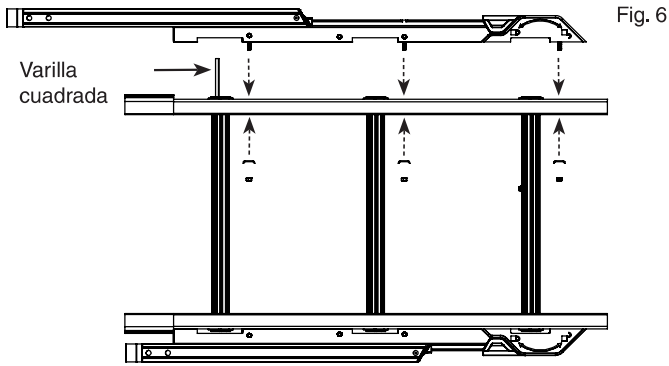

Fig. 6
17. Para instalar la varilla cuadrada, retraiga completamente el lado adjunto del nivelador y extienda completamente el otro lado del nivelador. (Fig. 6)
- Coloque el otro lado del nivelador sobre la varilla cuadrada (Fig. 6) e inserte los 6 pernos a través de los orificios perforados del riel de la escalera.
- Coloque cada placa de respaldo con las bridas hacia afuera (Fig. 6) sobre cada juego de pernos.